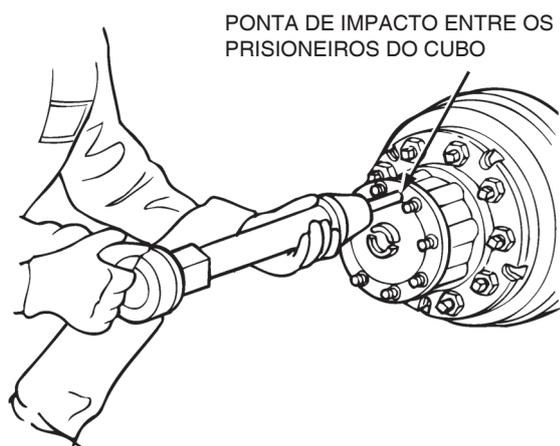

Figura 3.5
2. Coloque um ponteiro redondo contra o flange do semi-eixo ou entre os prisioneiros do cubo de roda. Acione o martelo pneumático em pontos alternados entre os prisioneiros para soltar as arruelas cônicas e os semi-eixos dos cubos. Figura 3.5.